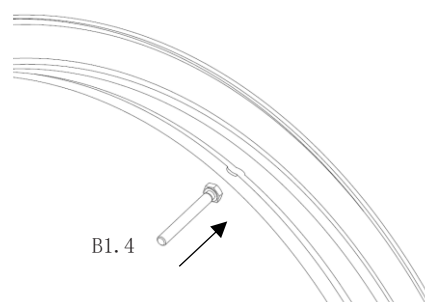

Abb. 18
- den Kopf der Sechskantschrauben (**Pos. B1.4**) in die Montage-Bohrungen der Sprossen einführen. (Abb. 18)